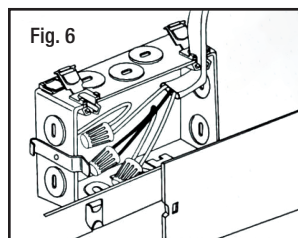

Fig. 6
Step 4. Insert non metallic cable into cable trap, then make a 90° L-shaped bend in cable as shown (Fig. 6).
Étape 4. Insérez le câble métallique dans le piège à câble, puis tordez-le à 90° de manière à former un L, comme illustré (Fig. 6).